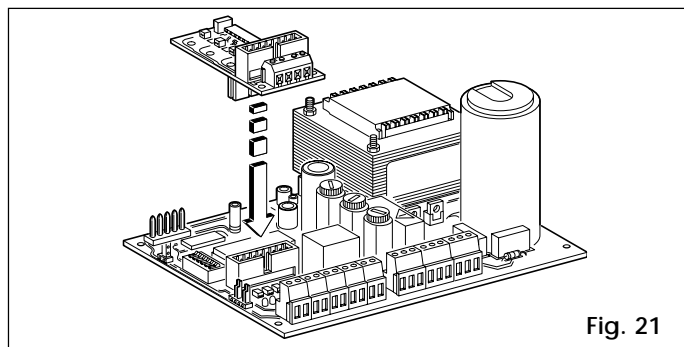

Fig. 21
**PLATINE 624 FSW (fig. 21)**
**PLATINE 624 SLAVE (fig. 21)**